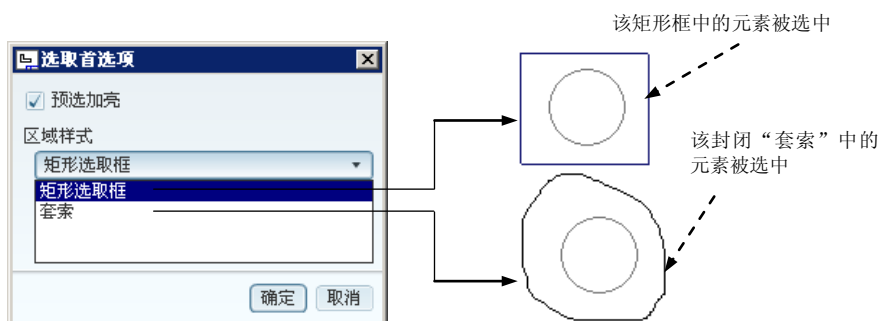

图 4.3.3 “选取首选项”对话框
- 选择下拉菜单 **编辑(E)** → **选取(S)** → **首选项(P)...** 命令，弹出图 4.3.3 所示的“选取首选项”对话框。**矩形选取框**状态下，在图形区按住鼠标左键拖拽出一个框，则框内所有元素将被选中；**套索**状态下，在图形区按住左键并移动，绘制任意封闭图形，则封闭图形内所有元素都将被选中；使用时，一定要将要选取的图元全部选进选择区域内，否则不能选中图元。